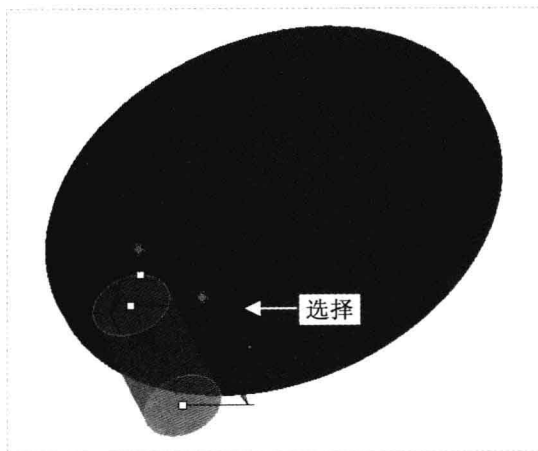

图 17-40 选择放置平面
Step 03 在“模型”选项卡中, 单击“工程”面板中的“孔”按钮, 弹出“孔”选项卡, 在绘图区选择合适的曲面作为放置平面, 如图 17-40 所示。